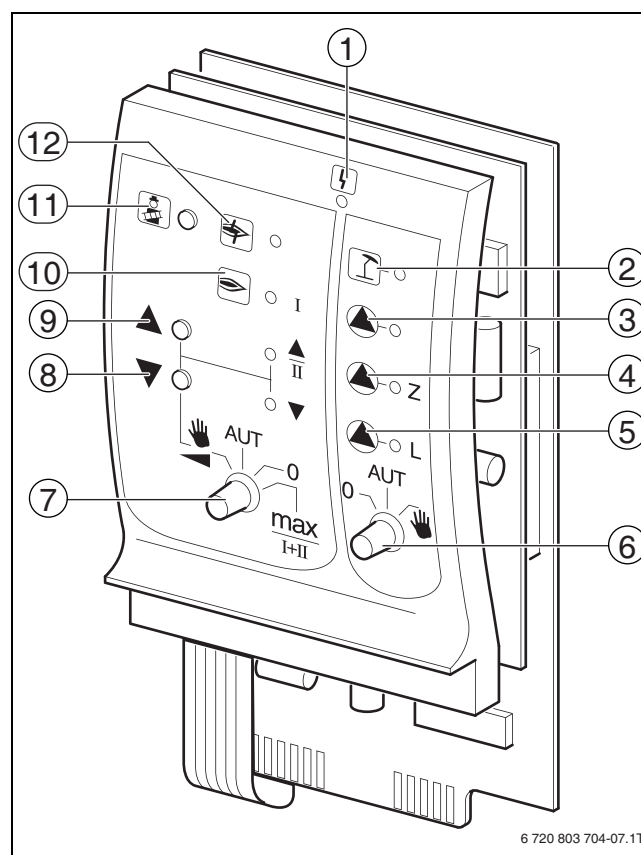

Рис. 11 ZM422
► Держите кнопку **Тест дымовых газов** (→ рис. 11, [11], стр. 11) несколько секунд нажатой.
0, Рука и max I + II являются особыми положениями переключателя горелки (→ рис. 11, [7], стр. 11), которые разрешается устанавливать только специалистам сервисной фирмы.
0 и Рука являются особыми положениями переключателя отопительного контура и ГВС (→ рис. 11, [6], стр. 11), которые разрешается устанавливать только специалистам сервисной фирмы.